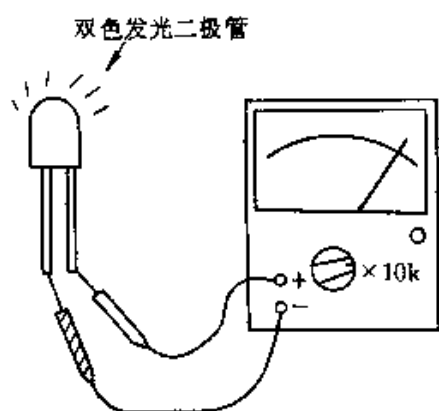

图 2-205
② 检测双色发光二极管时,表笔对调前后测量的都是 LED 的正向电阻,表针指示的阻值都较小,见图 2-205,但两次测量的不是同一个管芯,LED 中的发亮点应分别为两种颜色。